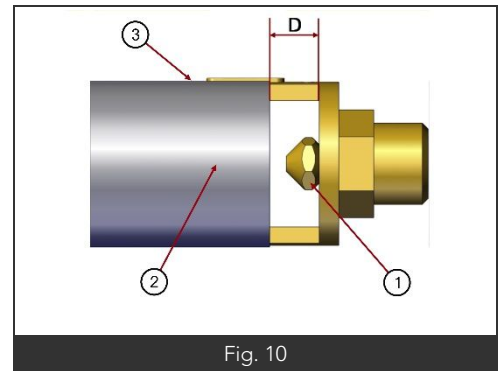

Fig. 10
- 2- Accéder à la bague d'air (Fig. 10 – Rep. 2), la dévisser (Fig. 10 – Rep. 3) puis la faire glisser de façon à pouvoir accéder à l'injecteur monté sur l'étrier.
- 3- Dévisser l'injecteur (Fig. 10 – Rep. 1), puis le remplacer par l'injecteur approprié au type de gaz utilisé (Voir tableaux de réglage ci-dessus).